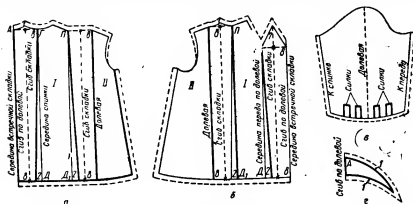

Рис. 173. Подготовка выкройки платья в складку с воротником «шалька» к раскрою:
**Спинка.** При раскладке выкройки на ткани спинку (рис. 173, а) укладывают так, чтобы линия середины спинки была
**Полочка.** При раскладке выкройки переда платья на ткани (рис. 173, б) первую часть выкройки (1) укладывают так, чтобы ее середина была по долевой нити на расстоянии 8 см (для складки) от сгиба ткани.
**Рукав.** Выкройку рукава укладывают на ткани так, чтобы ее середина была по долевой нити (рис. 173, в).
**Воротник.** Выкройку воротника укладывают на ткань так, чтобы линия от точки А (вертикальная линия) середины воротника была по долевой нити на сгибе ткани (рис. 173, г).